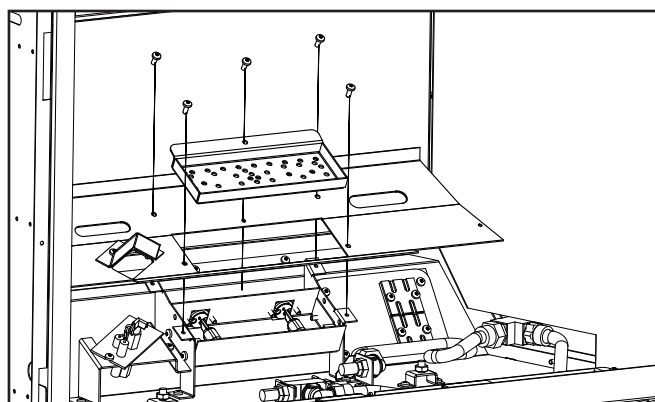

Figure 36 : Retrait du plateau arrière
3. Retirez les quatre (4) vis T20 qui maintiennent le plateau arrière et retirez le plateau arrière pour accéder au pilote (Figure 36).